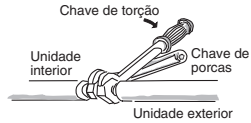

Fig. 7-6
- (2) Ligue firmemente a tubagem do refrigerante do lado interior estendida desde a parede com a tubagem do lado exterior.
- (3) Para apertar as porcas afuniladas, aplique o esforço de torção.
- Quando retirar as porcas afuniladas das ligações da tubagem, ou quando apertá-las depois de ligar a tubagem, certifique-se de utilizar 2 chaves inglesas ou chaves de boca (Fig. 7-6). Se as porcas afuniladas forem apertadas excessivamente, o afunilamento pode sofrer danos, o que resultaria em vazamentos do refrigerante e causaria lesões ou asfixia nas pessoas que se encontram no recinto.